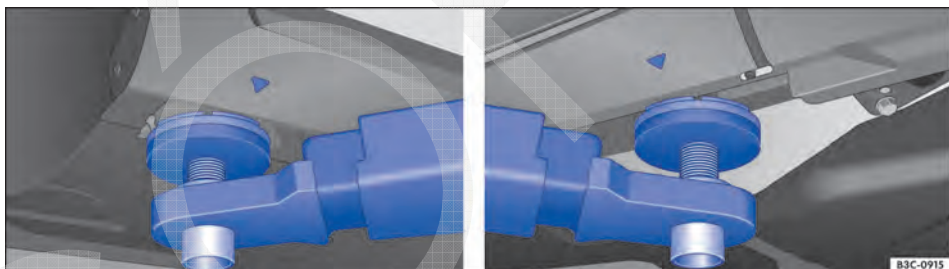
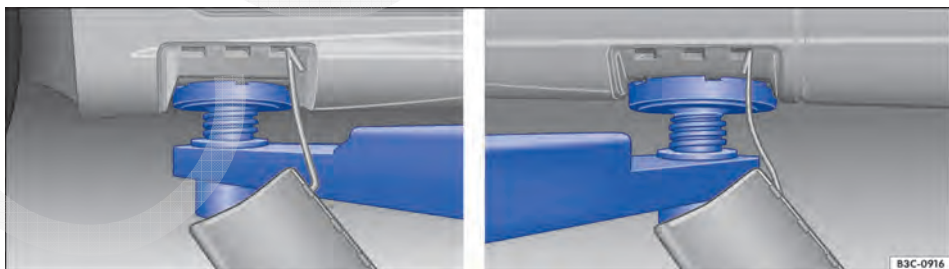

Fig. 237 Suspender com a plataforma elevatória: pontos de recepção em veículos sem cobertura.
Fig. 238 Suspender com a plataforma elevatória: pontos de recepção em veículos com cobertura.
O veículo deve ser suspenso somente pelos pontos indicados nas figuras ⇒ Fig. 237 e ⇒ Fig. 238. Se o veículo não for suspenso pelos pontos indicados, poderão ocorrer danos no veículo ⇒ ① e ferimentos graves ⇒ ⚠.
- Suspender o veículo somente pelos pontos indicados nas figuras ⇒ Fig. 237 e ⇒ Fig. 238. Se o veículo não for suspenso pelos pontos indicados, o veículo poderá cair da plataforma elevatória quando, por exemplo, o motor ou a suspensão for desmontado.